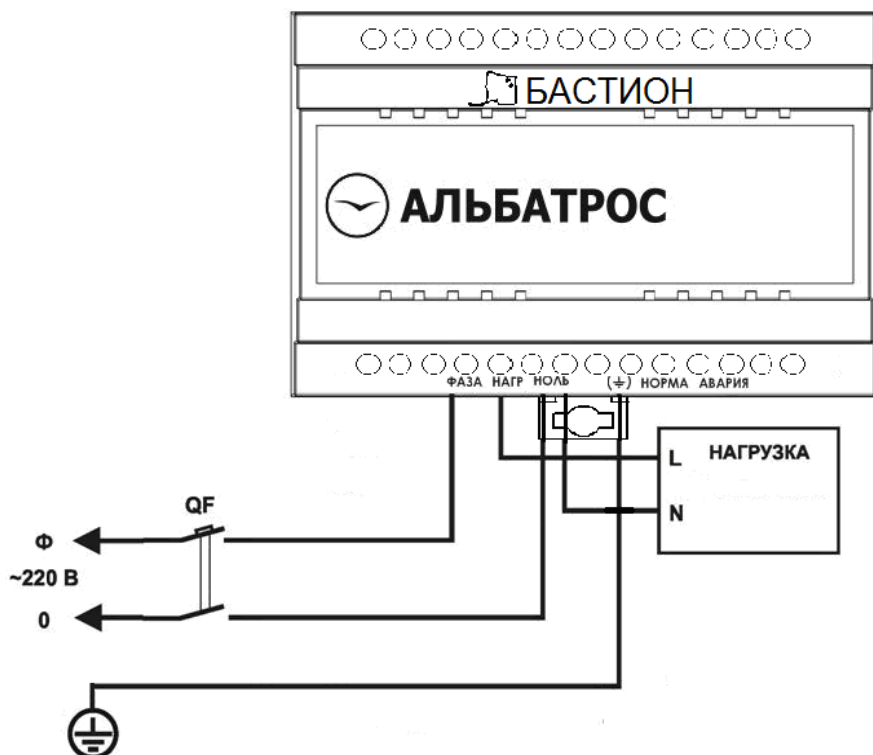

Рисунок 3 – Схема подключения изделия и нагрузки 2-го класса
Через автоматический выключатель QF, рассчитанный на ток 6А подключите блок и нагрузку в сеть, руководствуясь схемой (см. рисунок 3, 4). При подключении блока следите за тем, чтобы автоматический выключатель находится в выключенном состоянии.
- Проверьте правильность произведенного подключения (см. рисунок 3,4).